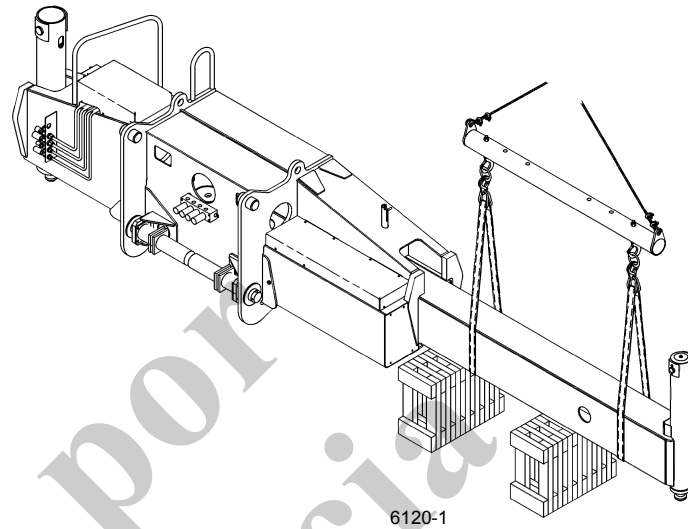

FIGURA 8-31
**NOTA:** Utilice correas o tiras para fines de levante de modo que se evite mellar o rasguñar los bordes inferiores de la viga del estabilizador (Figura 8-31).